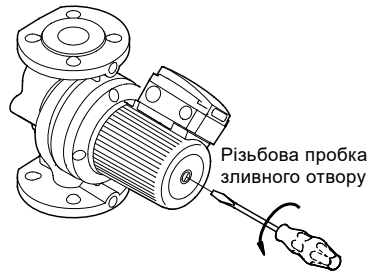

Рис. 6 Видалення повітря з насоса
- Рисунок 6: Електричне підключення та настройка перемикача при використанні вихідного сигналу для індикації роботи.